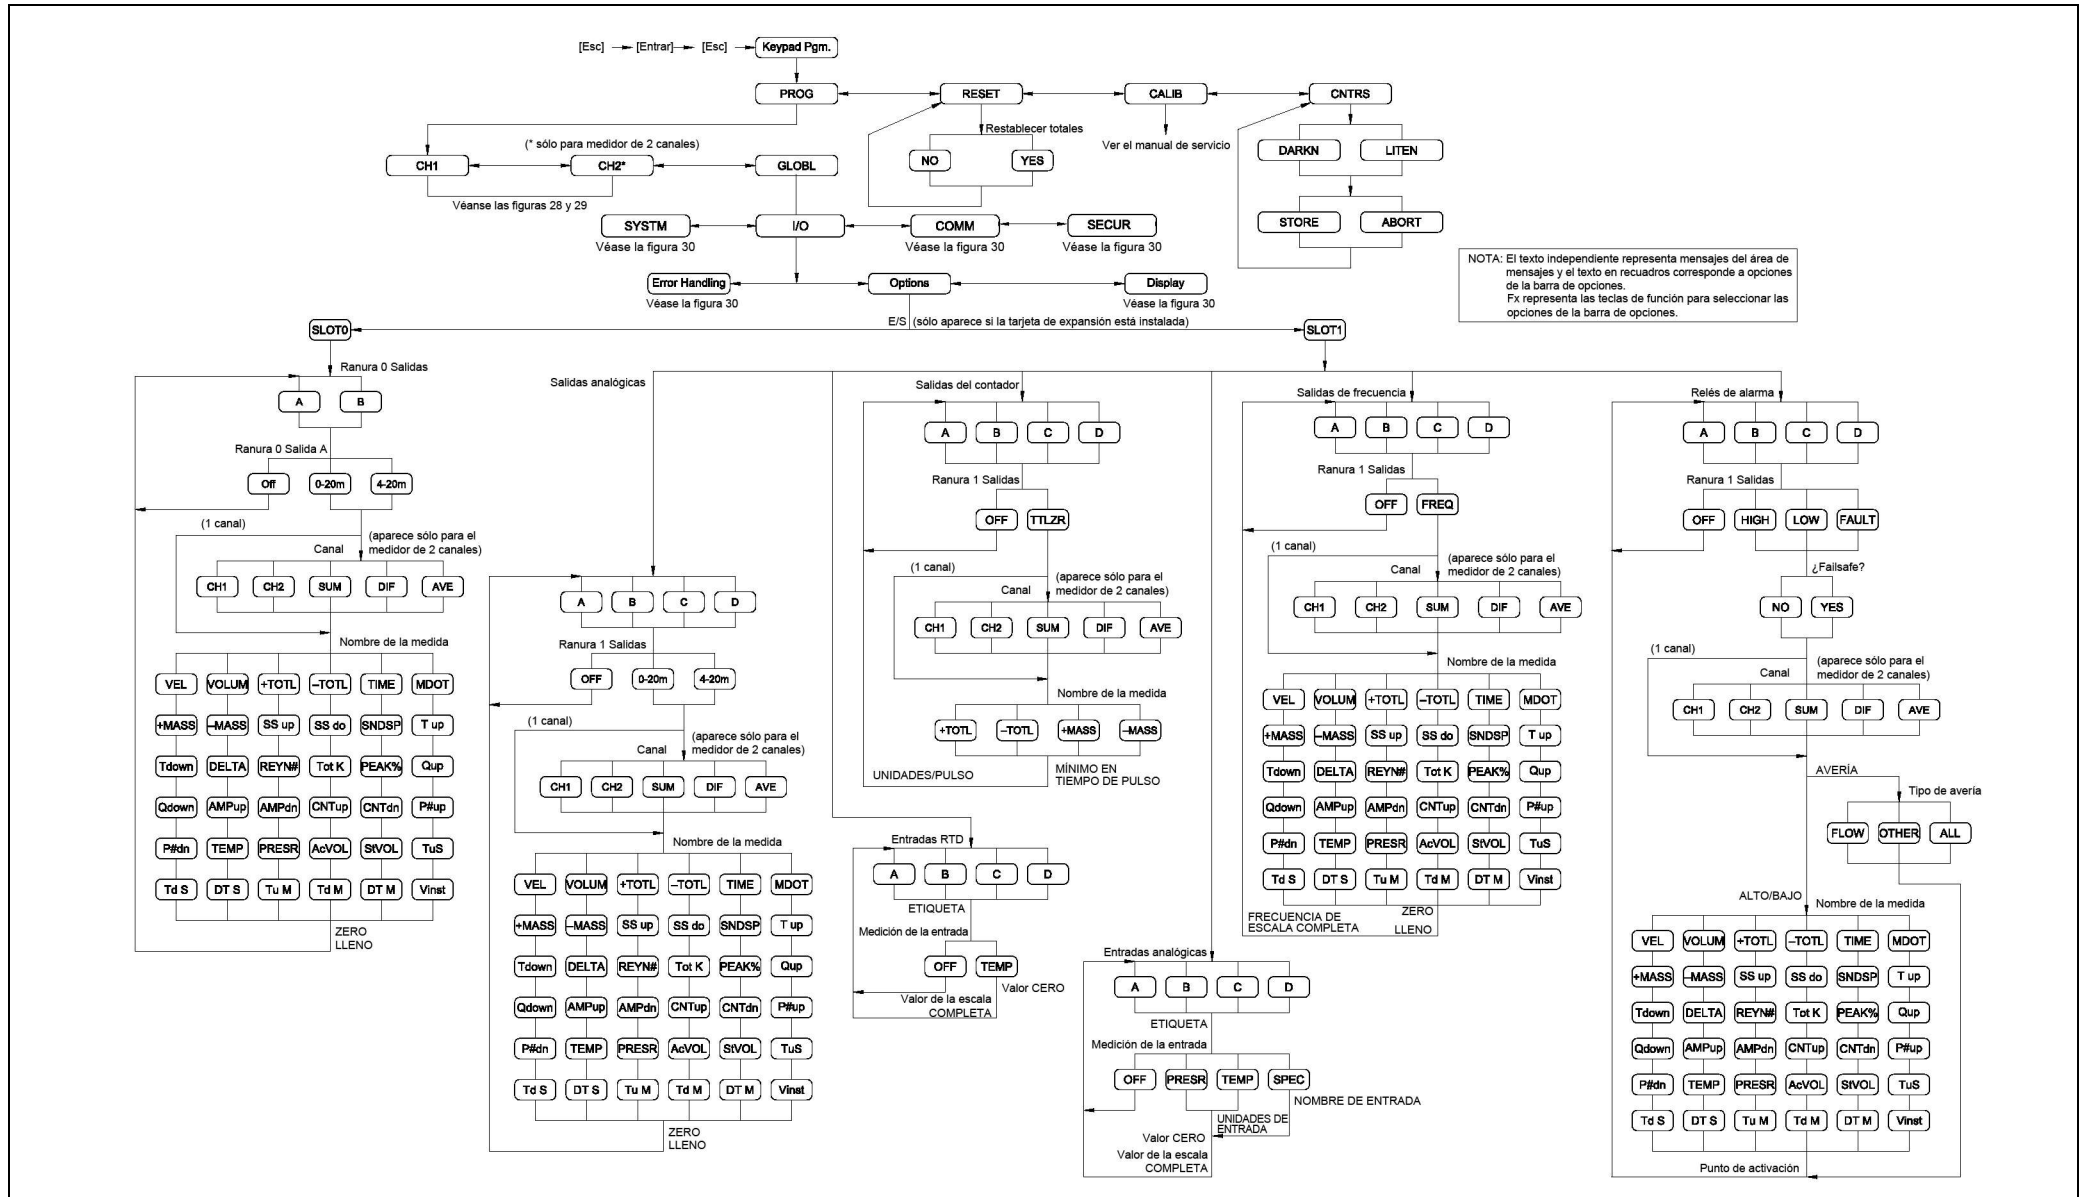

Figura 31: MenúPROG > GLOBL > E/S > OPCIONES
- Figura 31, “Menú PROG > GLOBL > E/S > OPCIONES”, en la página 62